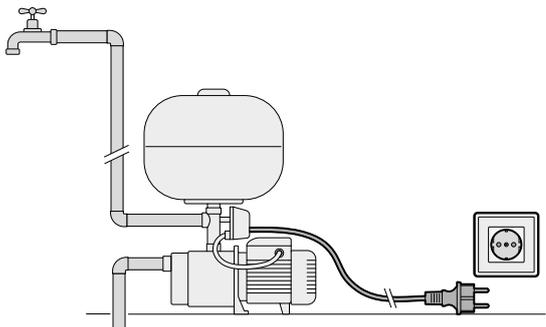

Fig. 3
- Conecte el enchufe del cable de alimentación de la bomba eléctrica al EP (**Fig.3**).